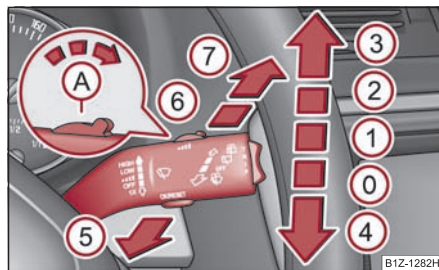

Fig. 68 Palanca de limpiaparabrisas
La palanca de limpiaparabrisas ⇒ fig. 68 tiene las siguientes posiciones:
- Si está conectado el barrido lento ② o rápido ③ ⇒ página 70, fig. 68 y la velocidad del vehículo disminuye por debajo de 4 km/h se conectará la velocidad de barrido inmediatamente inferior. En caso de aumentar la velocidad a más de 8 km/h se restablecerá el anterior barrido.
Los faros se limpiarán después del primer y tras cada quinto rociado del parabrisas si está conectada la luz de cruce o de carretera y se ha mantenido la palanca del limpiaparabrisas durante aprox. 1 segundo en la posición ⑤ ⇒ página 70, fig. 68.
- A continuación, empujar en el transcurso de 20 segundos la palanca del limpiaparabrisas a la posición ④ ⇒ página 70, fig. 68 - los brazos de las escobillas se desplazarán a la posición de servicio.